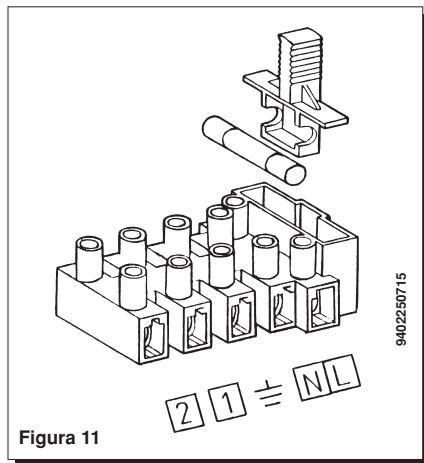

Figura 11
- aceda à placa de terminais de alimentação (figura 11) como descrito no capítulo anterior;
- retire a ponte presente nos terminais (1) e (2);